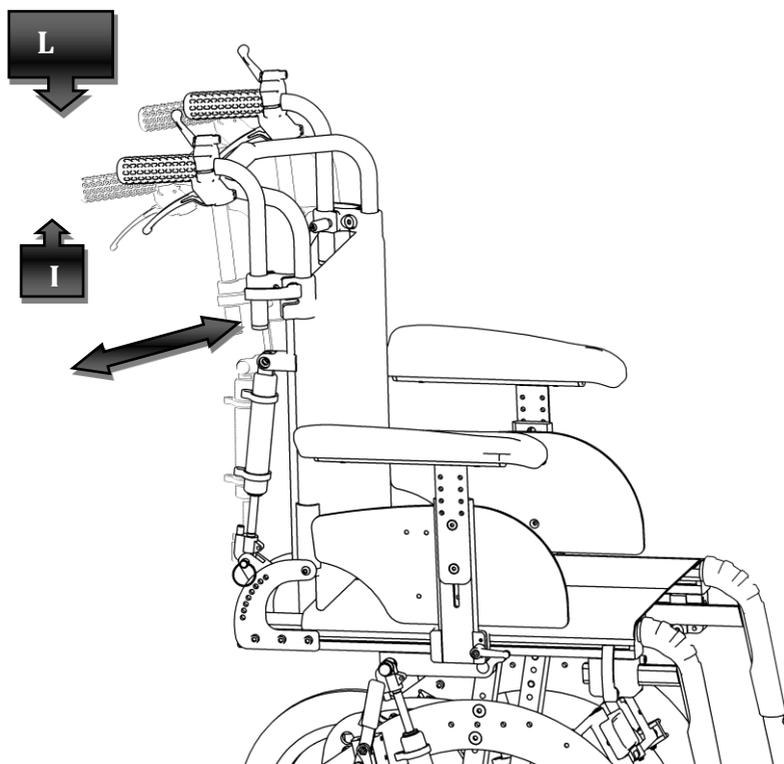

Figura 14
Per attivare le molle nello schienale sarà necessario applicare una leggera pressione verso l'alto sulle leve **(I)** poste sotto i manici di spinta indicate in Figura 14.
**ATTENZIONE:** per questa configurazione il basculamento potrà essere realizzato agendo sulle leve **(L)**, indicate in Figura 14, poste sopra i manici di spinta.